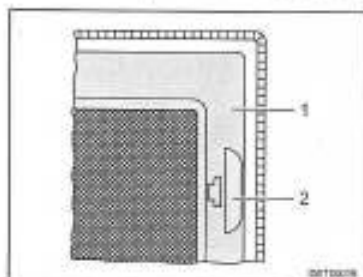

Fig. 52 Moustiquaire
- Tirer sur la poignée (Fig. 52,2).
- Rabattre la moustiquaire (Fig. 52,1) vers le bas.
- Faire basculer la moustiquaire (Fig. 52,1) vers le haut jusqu'à ce qu'elle s'enclenche.